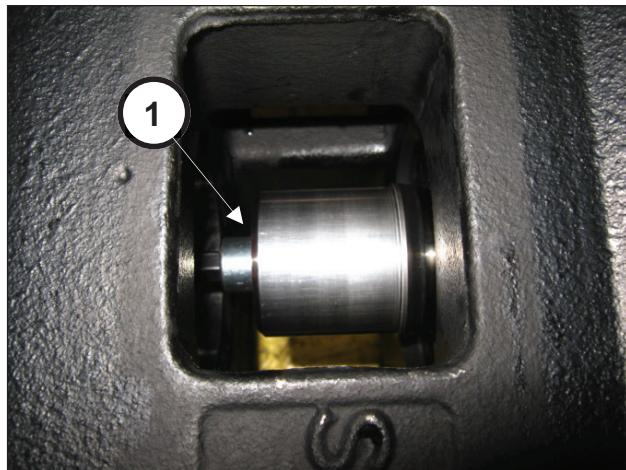

Fig. 35
Insira a ferramenta (pos. ①, Fig. 34) e aperte-o na haste até o batente (pos. ①, Fig. 35).